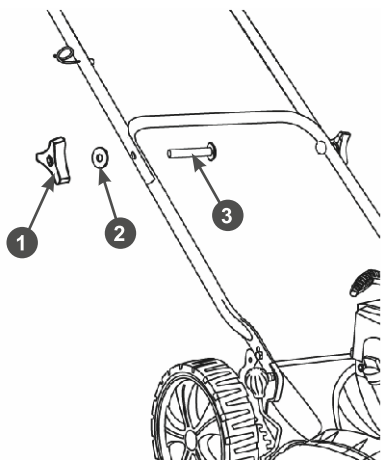

Рис. 4 Установка верхней части руля управления
4. Установите верхнюю часть руля. Совместите отверстия в верхней и нижней части дуги и закрепите верхнюю часть руля управления на нижней с помощью болтов и гаек, как показано на Рис. 4.